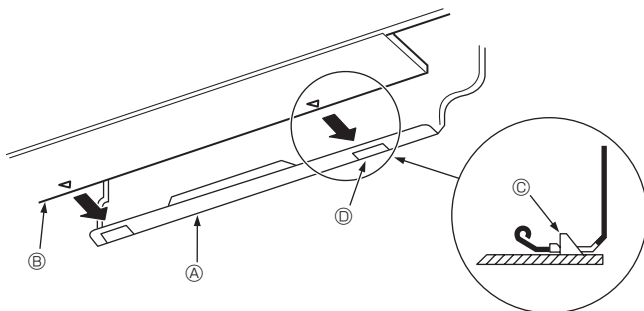

Fig. 3-10
3. Terwijl u de koelleiding en de afvoerleiding in het gat in de muur steekt, hangt u de bovenzijde van de binnenunit aan de ophangplaat ①.
5. Duw vervolgens het onderste gedeelte van de binnenunit op de ophangplaat ① om het apparaat te bevestigen. (Fig. 3-10)
* Controleer of de knoppen aan de onderzijde van de binnenunit stevig in de ophangplaat ① zijn bevestigd.